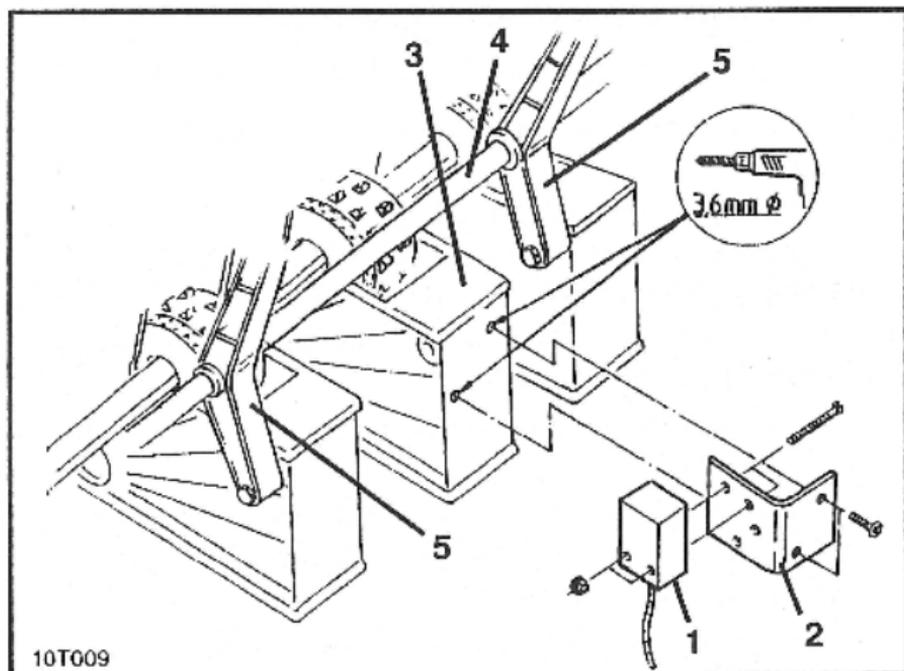

Fig. 10.3
- Atornillar el sensor (fig. 10.3/1) en su soporte (fig. 10.3/2).
- Realizar dos taladros ( $\varnothing$  3,6 mm) con la broca entregada en una caja del mecanismo de siembra (fig. 10.3/3). Elija Vd. una caja del mecanismo de siembra que se encuentre entre dos cojinetes (fig. 10.3/5) del eje de desconexión (fig. 10.3/4).
- Atornillar el soporte del sensor (fig. 10.3/2) en la caja del mecanismo de siembra.